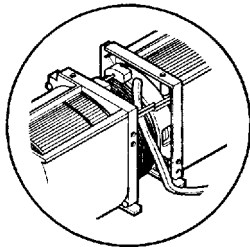

Figura 15
4. Vuelva a ensamblar el cable del ventilador. Vea la figura 15.